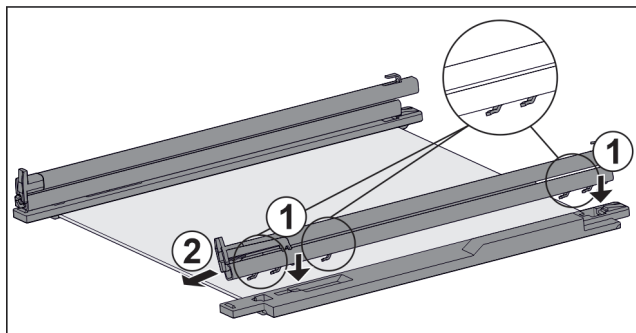

Fig. 131 Стекла́нная пластина с направляющими и крепежными элементами
- ▶ Поместите крючки направляющей в отверстия **левого** крепежного элемента. Fig. 131 (1)
- ▶ Потяните направляющую вперед. Fig. 131 (2)
- ▶ Поместите крючки направляющей в отверстия **правого** крепежного элемента. Fig. 131 (1)